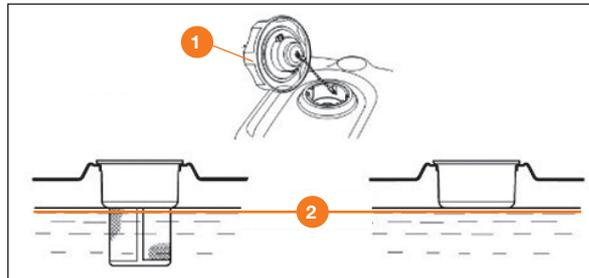

Рис. 43
- При низком уровне топлива долейте его до установленного уровня **2**. После заправки топливного бака надёжно затяните пробку заправочной горловины **1** (Рис. 43).